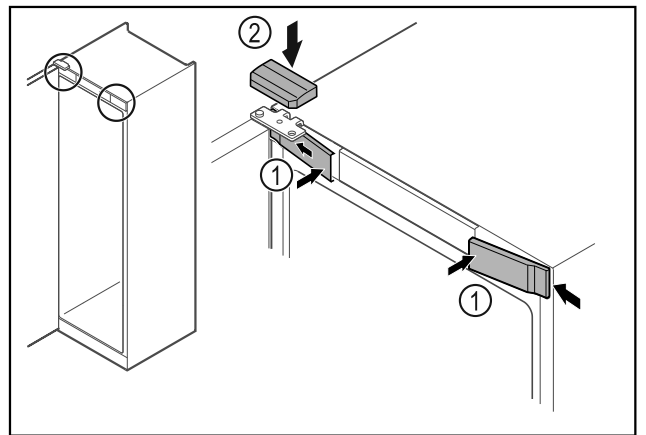

Fig. 67
- Kiinnitä etusuojukset Fig. 67 (1) sivulta ja lukitse paikalleen.
- Paina ylempi suojus Fig. 67 (2) yläkautta paikalleen.